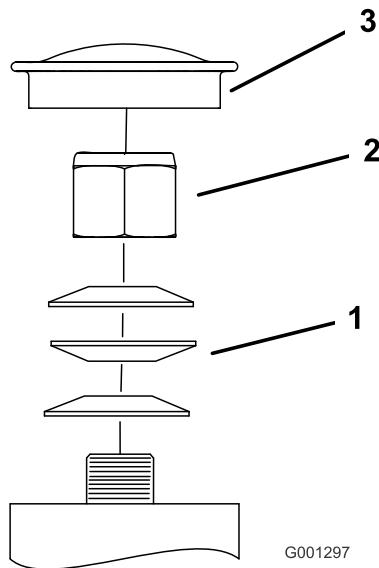

Figure 42
- Retirez le capuchon anti-poussière de la roue pivotante et serrez le contre-écrou (Figure 42).
- Continuez de serrer le contre-écrou jusqu'à ce que les rondelles élastiques soient aplatis, puis desserrez-le de 1/4 de tour pour obtenir la précharge correcte des roulements (Figure 42).
Important: Veillez à placer les rondelles comme illustré (Figure 42).
- Remettez le capuchon anti-poussière en place (Figure 42).